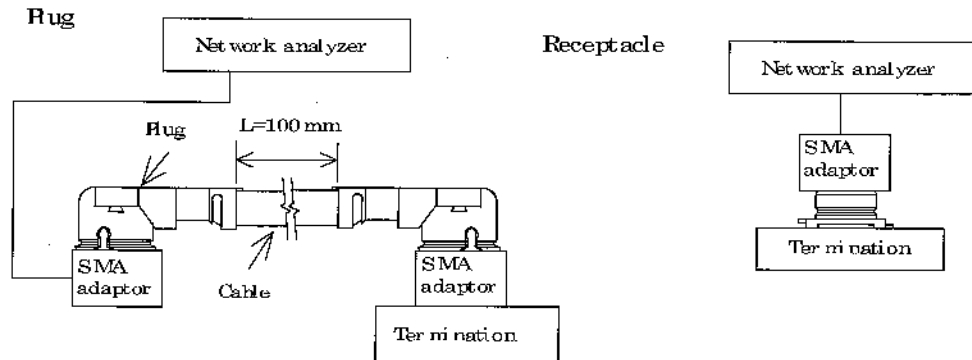

Fig 3
A. Testing : Measure the VSWR as shown in Fig.3 by the network analyzer.
A. 試験法 : ネットワークアナライザーにて Fig.3 のように VSWR を測定する。